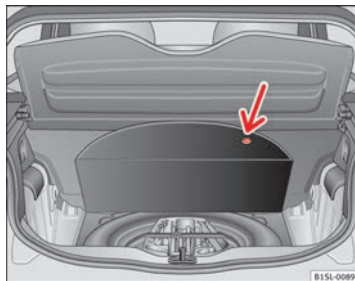

Fig. 138 No porta-bagagens: Revestimento do piso levantado.
As ferramentas de bordo, o pneu suplente, a roda de emergência e o kit anti-furos encontram-se no porta-bagagens, debaixo do revestimento do piso ⇒ Fig. 138.
- Levante o revestimento do piso pelas extremidades (seta) ⇒ Fig. 138.